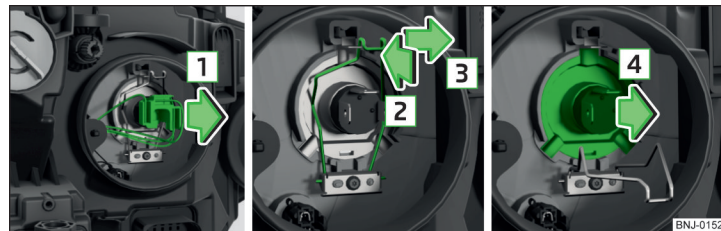

Fig. 206 Sostituzione della lampadina per anabbaglianti e abbaglianti
- Premere il bloccaggio della spina ed estrarre la spina con movimenti oscillanti in direzione della freccia **1** » fig. 206.